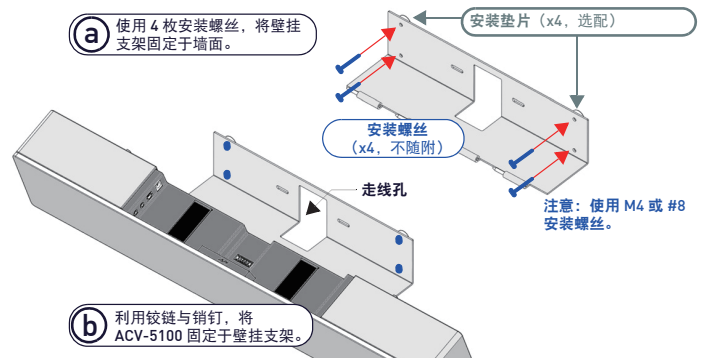

FIG. 6 ACV-5100 的壁挂式安装
6. 使用安装螺丝与选配的安裝垫片固定壁挂支架（见 FIG. 6）。
另外，如果无需将支架隐藏于干式墙面内，可将 4 枚壁挂安装垫片安装在支架与墙面之间，以形成 5mm 间隙，方便走线（FIG. 6）。